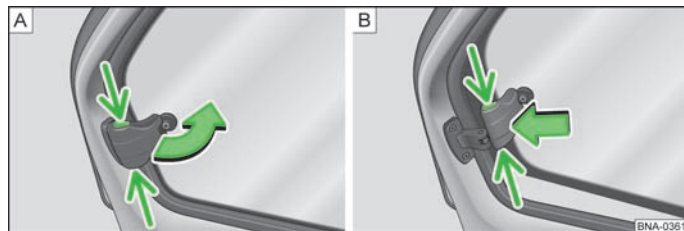

Fig. 18 Ruder bagi
- Tag fat i låseanordningen i udkæringen » Fig. 18 – [A], og åbn ruden i pilens retning.
- Lås ruden, når den er åben, ved at trykke låseanordningen i pilens retning » Fig. 18 – [B].
- Tag fat i låseanordningen i udkæringen, og træk den modsat pilens retning » Fig. 18 – [B].
- Luk ruden til udgangsposition modsat pilens retning » Fig. 18 – [A], indtil låseanordningen går i hak, så det kan høres.